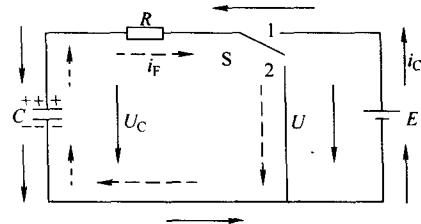

图 1-1-10 电容器充电和放电过程电路
(2) 电容的充电和放电 电容器充电和放电过程如图 1-1-10 所示。
2) 电容的放电 电容器充电结束后，两极板间建立起电压  $U_C \approx U$ 。当图 1-1-10 中开关 S 与 2 接通时，在  $U_C$  作用下， $C$  通过  $R$  放电，其放电电流  $i_F$  与  $i_C$  方向相反，如图中虚线箭头所示。在电路刚接通瞬间， $i_F$  最大，等于  $U_C/R$ 。随电容器极板上的电荷逐渐减少， $U_C$  逐渐下降， $i_F$  逐渐减小，直至电容器极板上的电荷为零， $U_C$ 、 $i_F$  为零，放电过程结束。